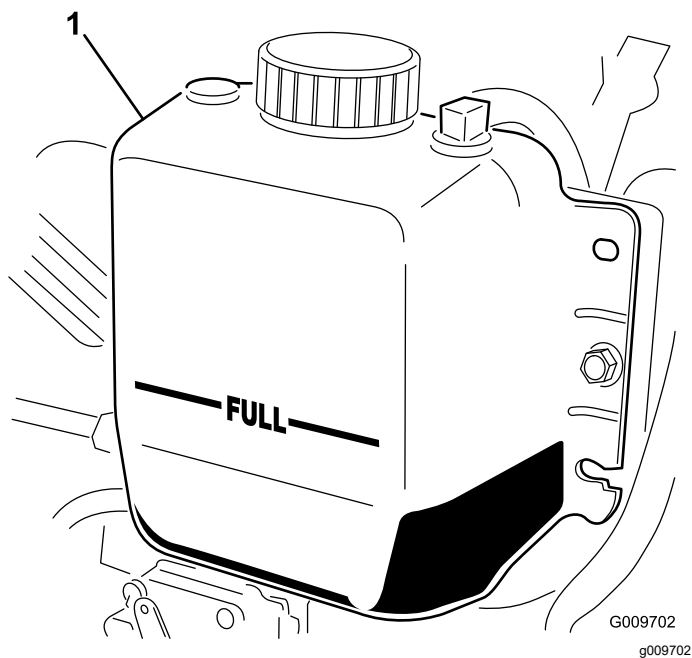

Figura 70
3. Compruebe el nivel de refrigerante del radiador. El radiador debe llenarse hasta la parte superior del cuello de llenado, y el depósito de expansión debe llenarse hasta la marca LLENO (Figura 70).